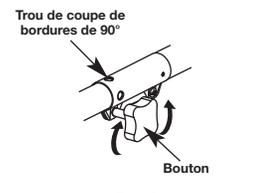

Fig. 15
1. Dévissez le bouton vers la gauche (Fig. 15).
3. Serrez le bouton en le tournant à droite (Fig. 15).
Pour couper les bordures à l'aide de la tête d'accessoire de coupe sur les modèles EZ-Link®, verrouillez le bouton de déclenchement de l'accessoire de coupe dans le trou de 90° (Fig. 15).